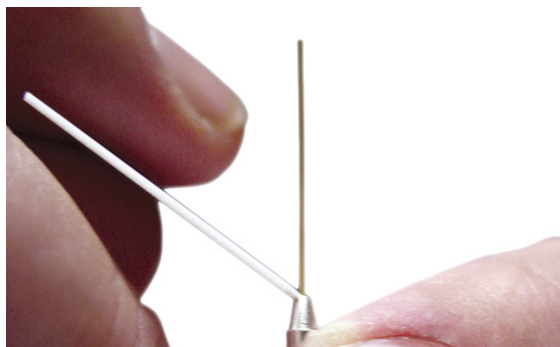

Figura 12.
- 2 Verifique a extremidade da coluna. Deve ser quadrado e livre de rachaduras. Se necessário, apare-a. Consulte Figura 12